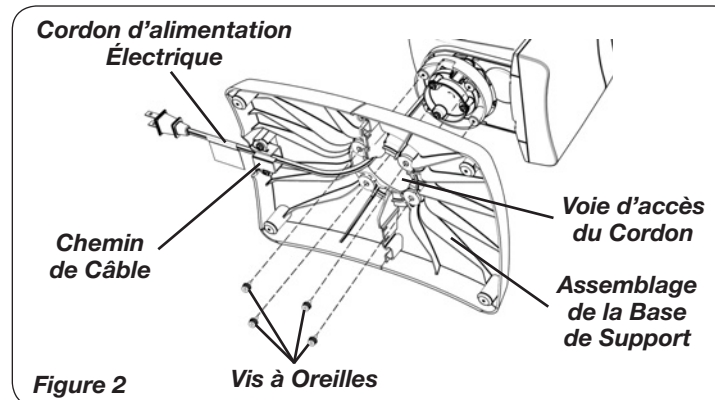

Figure 2
3. Passez le **Cordon d'alimentation** par la voie d'accès du cordon dans le centre de la base (Figure 2).
4. Alignez les trous de la base de support avec les inserts filetés sur la base du chauffeurette. Serrez les trois (4) **Vis à Oreilles** dans les quatre trous dans le bas de la base (Figure 2). Serrez avec les doigts ou un tournevis cruciforme.
5. Faites courir le **Cordon d'alimentation** vers l'arrière de la base de support, tel qu'illustré (Figure 2).